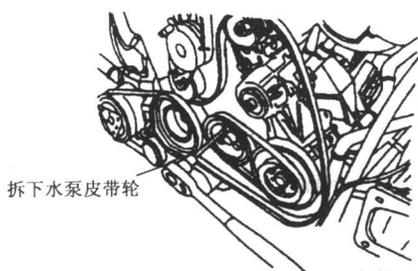

图 1.13 拆下水泵皮带轮
(16) 拆下水泵皮带轮和动力转向皮带轮, 如图 1.13 所示。
(17) 拆下排气歧管与前排气歧管连接螺栓, 拆下起动机。
(18) 拆下发动机固定螺栓。将发动机和变速器升起后, 拆下发动机和变速器下部连接螺栓。
(19) 用发动机吊架将发动机缓慢吊出, 在吊的过程中应轻松摆动发动机, 并注意不要碰伤其他机件。
(20) 往车上安装发动机时, 应按拆卸的相反顺序进行。应更换衬垫、密封件、自锁螺母, 并按规定力矩拧紧各部件的紧固螺栓螺母。必须用规定的螺母紧固变矩器和驱动盘。转动变矩器和驱动盘, 使一个孔及一个螺栓与起动机上的小孔处于同一水平的高度, 然后检查自动变速器油位。